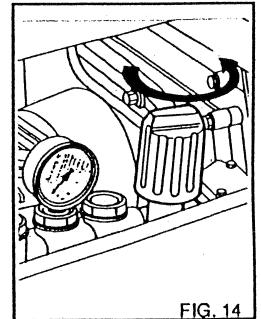

FIG. 14
5) Durch Betätigung Druckeinsteller, kann der Druck des Wasserstrahls reguliert werden (Fig. 14).